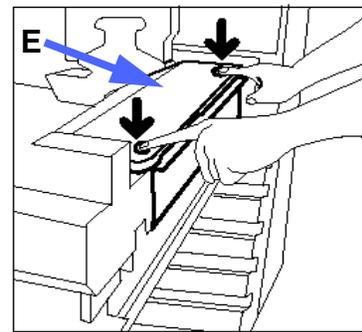

Abb. 44: Reinigungsfilz lösen
- 4 Die vordere und hintere Entriegelungstaste oben auf der Fixieranlage drücken (s. Abb. 44), um den Reinigungsfilz (Bereich E) zu lösen. Der Filz läßt sich rechts vom Papierwegmodul abnehmen.